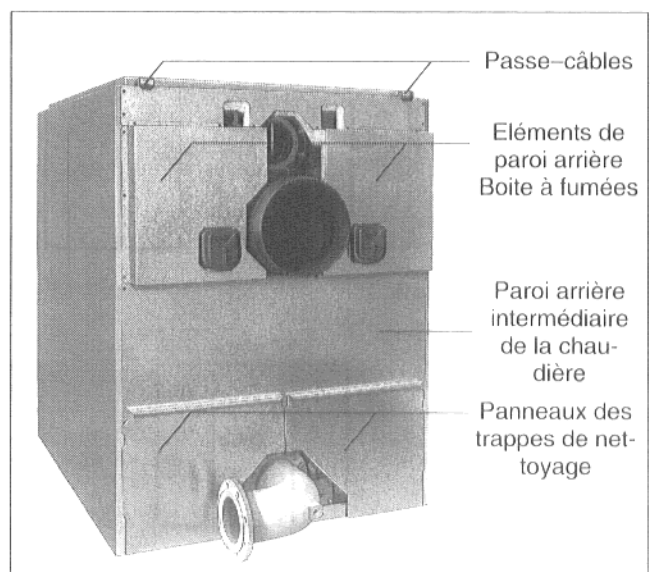

Fig. 46
- Positionner la paroi arrière à deux éléments de la boîte à fumées, de façon à ce que les entailles soient au-dessus des trappes de nettoyage de la boîte à fumées (Fig. 46).
- Visser à l'aide de vis Parker la paroi arrière de la boîte à fumées sur le haut de la paroi arrière supérieure de la chaudière et sur les côtés des parois latérales (Fig. 46).
- Enfoncer la paroi intermédiaire arrière de la chaudière avec la languette sous la paroi arrière de la boîte à fumées et visser à l'aide de vis Parker sur les parois latérales (Fig. 46).
- Accrocher les panneaux des trappes de nettoyage à l'aide des crochets, derrière, en bas, dans les fentes des parois latérales (Fig. 46).
- Visser le passe-câble en plastique sur le haut de la traverse arrière (Fig. 46).